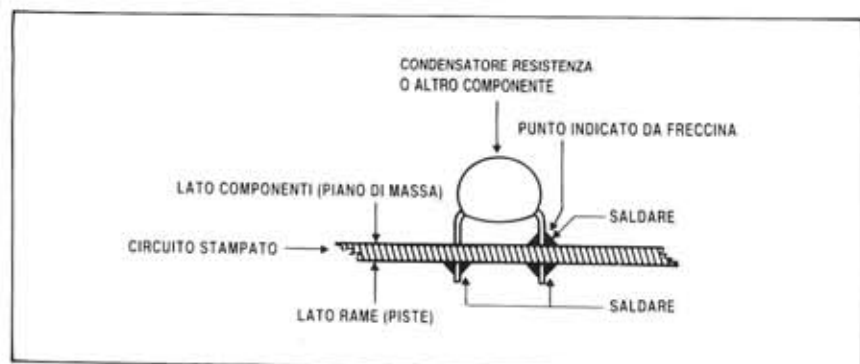

Fig. 4 - Come deve essere effettuata la doppia saldatura dei componenti.
b) condensatori, ricordandosi di effettuare la doppia saldatura lato rame lato componenti (fig. 4) dove c'è la freccina (C2-C6-C7-C5-C3-C13-C11);